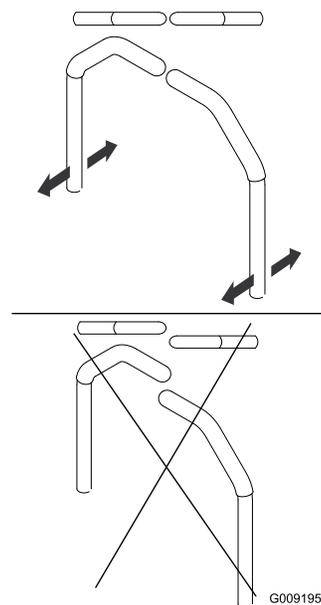

Figure 61
4. Réglez l'alignement avant/arrière des leviers en les plaçant tous deux à la position point mort, puis faites-les coulisser jusqu'à ce qu'ils soient alignés, et serrez les boulons (Figure 61).